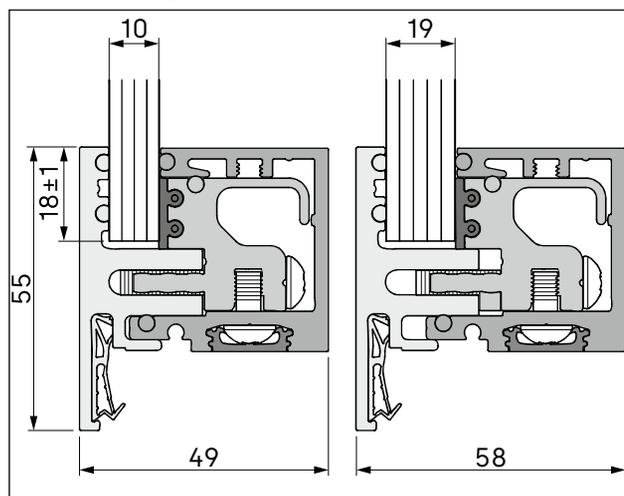

Abb. 13 Abmessungen der montierten Zarge bei verschiedenen Seitenteilen
- Glasüberstand in der Zarge 18 mm \pm 1 mm (Abb. 13)